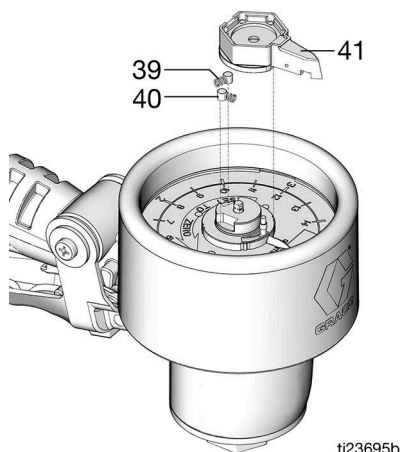

FIG. 24
5. Installer le pointeur du pointeau (41), les ressorts (39) et les goupilles (40) (FIG. 24).